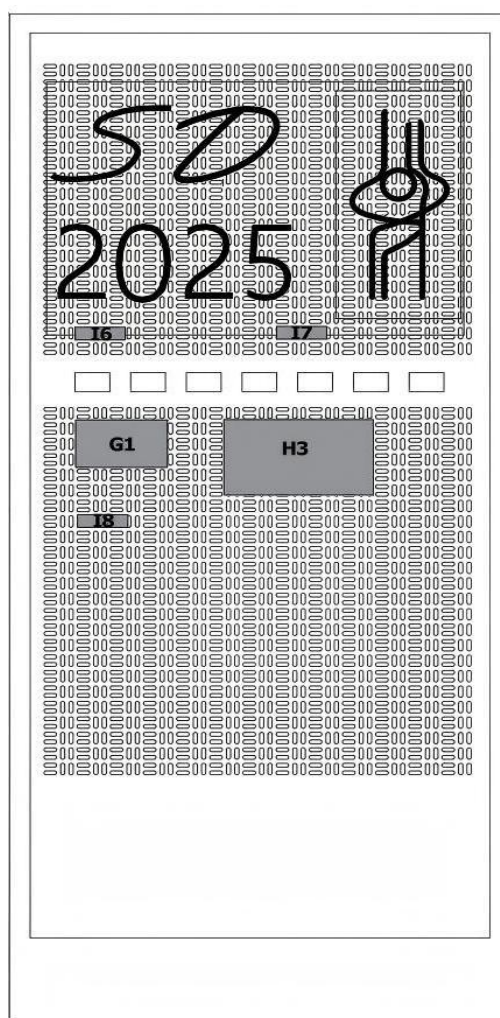

图 2-1 完成安装示意图
12. LED 霓虹装饰背景板的完成状态，应是将其所有固定在工程墙上，如图 2-1 所示。